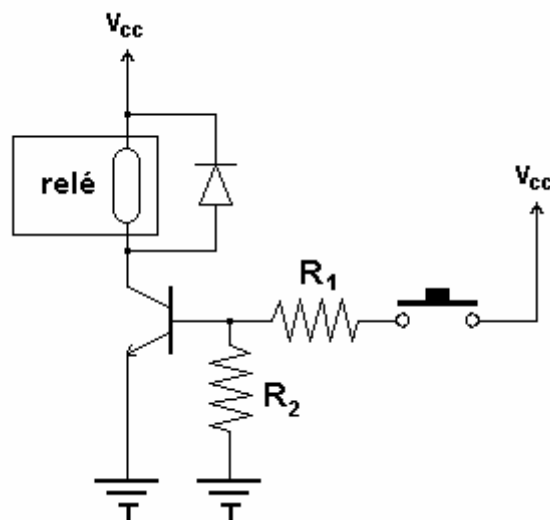
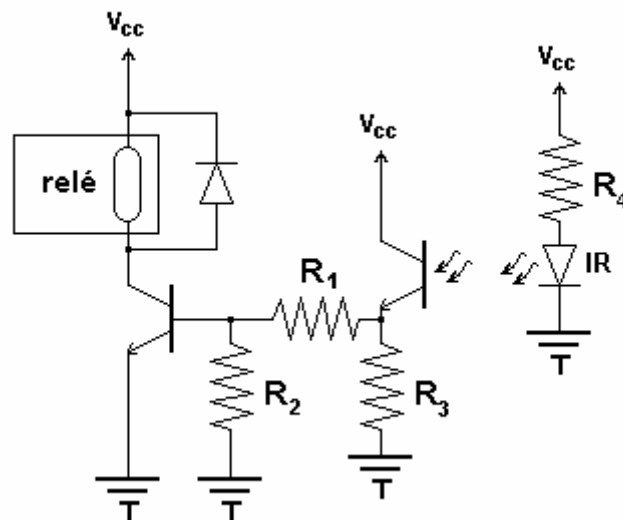

Figura 3: Relé controlado mediante transistor
Figura 4: Relé controlado mediante IR
Una de las maneras más comunes de activar un relé es mediante un transistor funcionando entre corte y saturación, según puede observarse en la **Figura 3** utilizando un transistor NPN. Cuando el transistor está en corte se comporta como un circuito abierto entre colector y emisor. Por tanto por la bobina del relé no circulará corriente y éste se encontrará en la posición correspondiente a relajación. Cuando el transistor pasa a saturación, éste puede verse como un cortocircuito entre colector y emisor, cerrando el circuito de excitación de la bobina y provocando la conmutación del relé. El paso de corte a saturación se controla mediante alguna determinada señal de control. En la **Figura 3** dicha señal se crea manualmente mediante la manipulación de un pulsador. En un caso más complejo el voltaje de control sería resultado de algún tipo de circuito lógico que respondiera a determinados eventos activando o desactivando el relé. El diodo que está en paralelo con la bobina protege el resto del circuito de las sobretensiones producidas en ésta cuando se corta la alimentación o el transistor pasa de saturación a corte.
El funcionamiento del circuito de la **Figura 3** es muy sencillo. Cuando el pulsador está abierto la base del transistor está conectada a través de R_2 a tierra, el mismo voltaje que tiene en el emisor. Por tanto
- 4.1.a) En este ejercicio va a calcular los valores de los elementos del circuito de la **Figura 3** para que éste funcione correctamente. En primer lugar, ¿el transistor BC548 de que dispone puede ser utilizado en este montaje? ¿Por qué? Calcule, utilizando dicho transistor, cuál debe ser el valor de R_1 para que al pulsar el botón aquél pase a saturación. Para ello calcule primero la corriente de colector en saturación. A partir de este dato, y utilizando la ganancia de corriente continua del transistor, obtenga la corriente de base mínima que debe inyectarse para conducir el transistor a saturación. Es conveniente diseñar el circuito de manera que se disponga de suficiente corriente de base para que el transistor siga en saturación ante cambios en la ganancia (que depende de la temperatura y de las corrientes en bornes del transistor) y/o las condiciones del circuito. Una heurística es utilizar una corriente de base entre ocho y diez veces superior a la mínima que ha calculado anteriormente (aunque en esta elección se deberían tener en cuenta criterios de consumo que nosotros vamos a despreciar). Suponiendo que R_2 va a ser muy grande elija un valor de R_1 que tenga en cuenta todo lo visto hasta ahora.
- 4.1.b) Monte el circuito de la **Figura 3** con la resistencia R_1 calculada en el ejercicio 4.1.a) y $R_2 = 100K$. **No olvide colocar un diodo 1N4007 en paralelo con la bobina del relé.** Para simular el pulsador basta con que utilice un cable que dejará al aire o pondrá a la tensión de alimentación según desee que el interruptor esté abierto o cerrado respectivamente. Haga que un led se encienda cuando el relé está excitado. Compruebe que el circuito funciona correctamente.
Como un primer contacto con los dispositivos optoelectrónicos desde el punto de vista práctico, van a modificar el circuito anterior para que la conmutación del relé esté asociada a la introducción de un obstáculo entre un led de infrarrojos y un fototransistor. Un posible circuito para este propósito se muestra en la **Figura 4**. Cuando no hay ningún obstáculo entre el emisor y el receptor la radiación del primero induce una corriente en el segundo. Si se diseña adecuadamente el circuito, dicha corriente puede ser suficiente para llevar el fototransistor a saturación de manera que tenemos en R_1 la tensión de alimentación V_{cc} , activando el relé como se explicó en el apartado anterior. Si colocamos un obstáculo entre los dos dispositivos optoelectrónicos, por el contrario, el fototransistor se encontrará en corte al no existir ninguna corriente de base. En este caso el relé quedaría desactivado siguiendo la explicación del apartado 4.2. La resistencia R_2 ahora no es estrictamente necesaria ya que siempre va a existir un contacto óhmico con la tierra del circuito, pero se ha incluido para identificar el circuito con el visto en la **Figura 3**.
- 4.2.d) Indique qué cambios introduciría en el circuito de la **Figura 4** tuviera un comportamiento inverso, es decir, que en ausencia de obstáculos el relé estuviera relajado y fuera al interrumpir el la iluminación cuando conmutara.